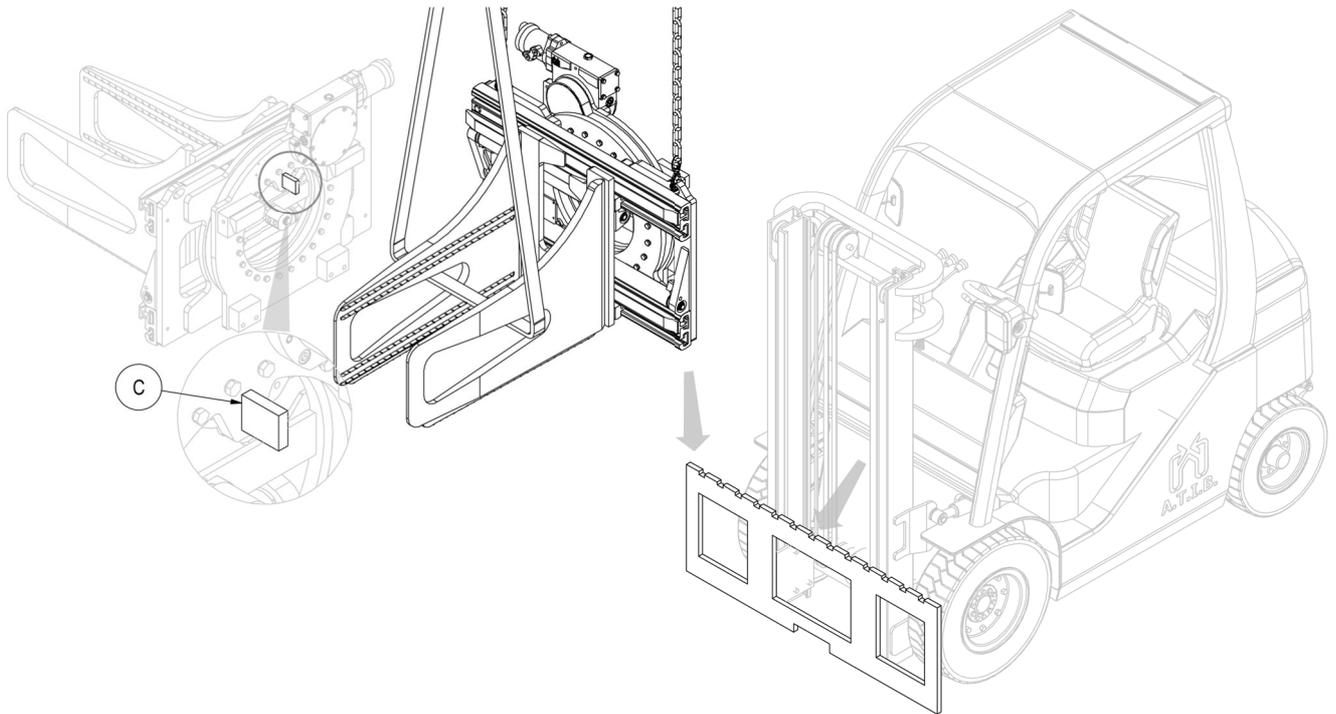

Abbildung 3
6. Positionieren Sie das Gerät mithilfe eines Brückenkrans oder eines Flaschenzugs mit ausreichender Tragfähigkeit auf der Gabelträgerplatte und achten Sie darauf, dass der Zentrierzahn C in die mittlere Kerbe derselben einrastet (siehe *Abbildung 3*).